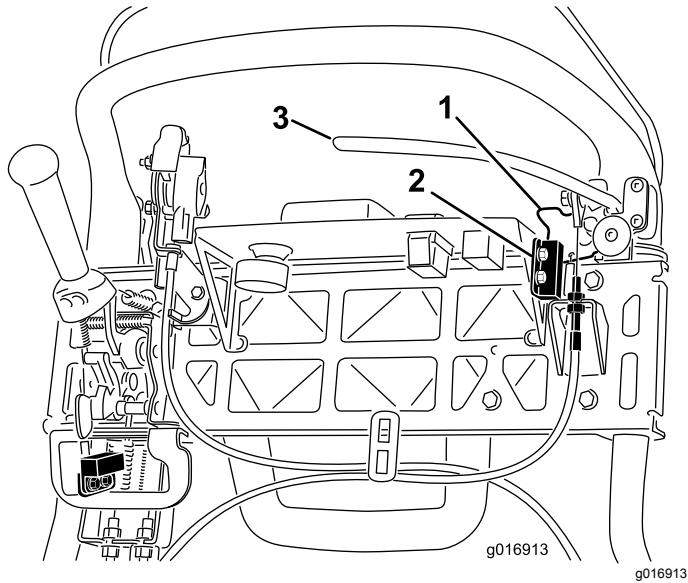

Figura 42
4. Afloje las fijaciones de montaje del interruptor de seguridad (Figura 42).
5. Coloque un suplemento de 1,6 mm de grosor entre el seguro del freno de estacionamiento y el interruptor de seguridad (Figura 42).